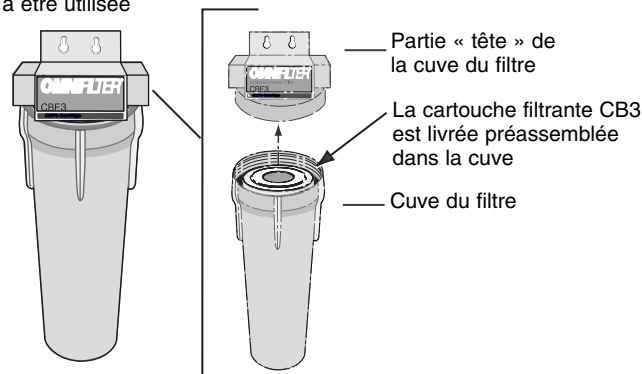

Figure 6
9. La cartouche filtrante est livrée posée dans la cuve du filtre. Se reporter à la Figure 6 pour connaître les composants de la cartouche filtrante.